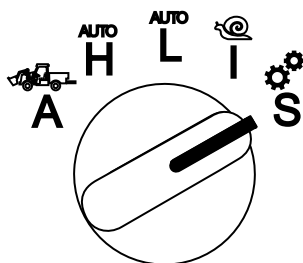

Figura 18
1. Girate il selettore della modalità operativa in posizione **S** (Figura 18).